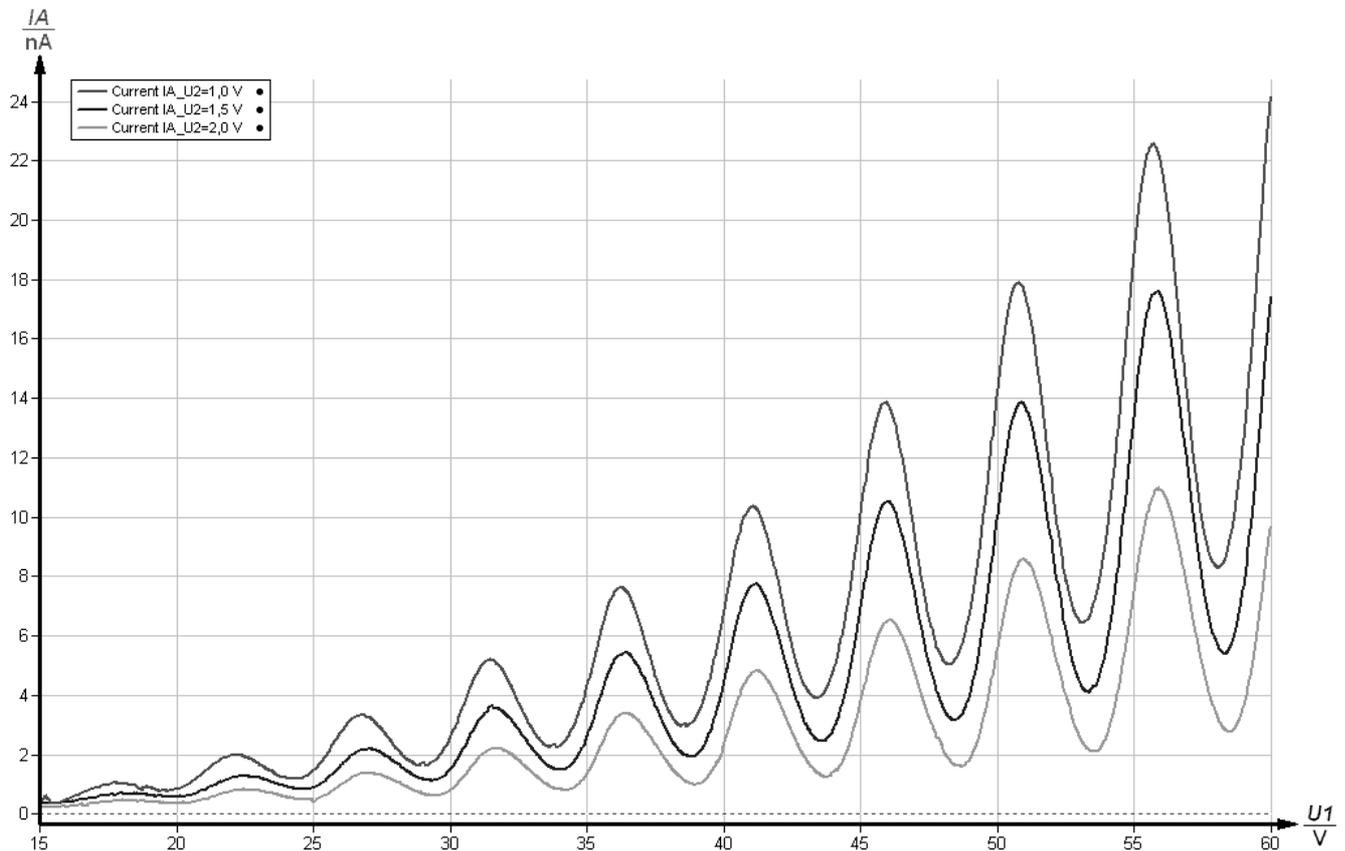

Abb. 9: Franck-Hertz-Kurve für Hg-Röhre für unterschiedliche Gegenspannungen U_2 .
C) Die Software erlaubt sowohl automatisch als auch manuell die Beschleunigungsspannung durchzufahren. Die Abbildung 9 zeigt drei Kurven, die bei unterschiedlichen Gegenspannungen U_2 ($= 1\text{ V}$; $1,5\text{ V}$; 2 V) aufgezeichnet wurden.